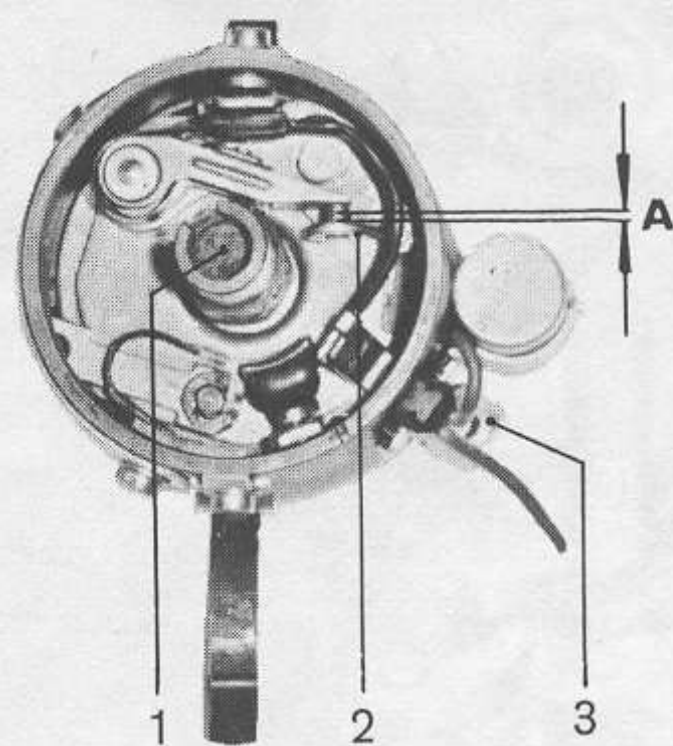

Bild H3 Fördelare
4. Smörj fördelaren med några droppar motorolja i drivaxelns smörjfilt (1, bild H3) under rotorn. Fyll även oljekoppen (3) under fördelaren med några droppar olja.